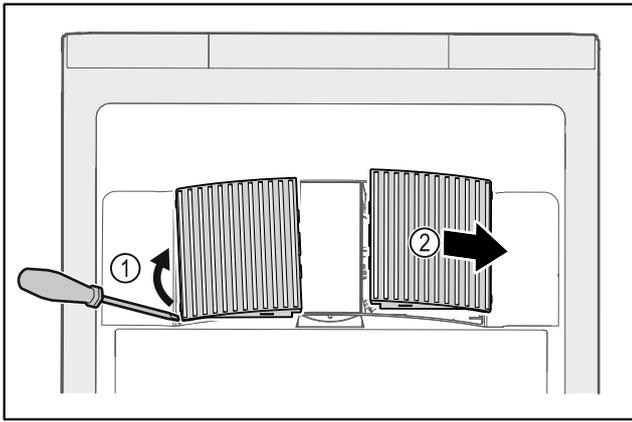

Fig. 171
- ▶ Кожух вентилятора обережно підважити зі сторони Fig. 171 (1) і витягнути рухом вперед Fig. 171 (2).